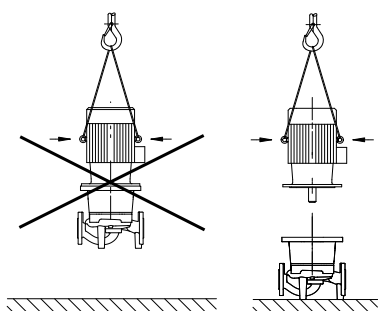

Fig. 18: Fixar o motor
- Utilizar os olhais de elevação do motor só para carregar o peso do mesmo e não para carregar toda a bomba (Fig. 18).